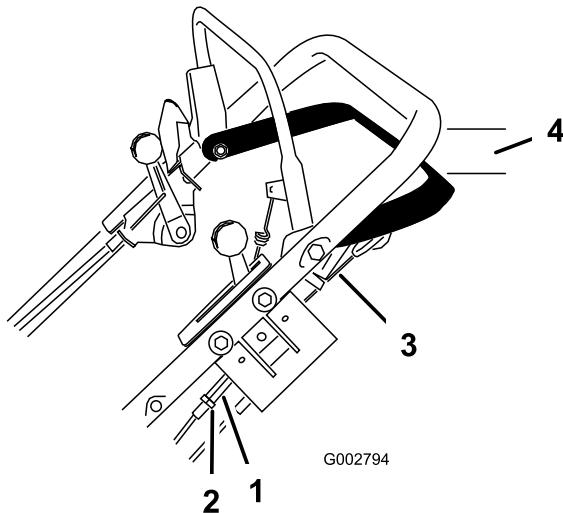

Figura 25
1. Afloje la tuerca que sujeta el tensor (Figura 25).
2. Gire el tensor hasta eliminar la holgura del cable expuesto (Figura 25).